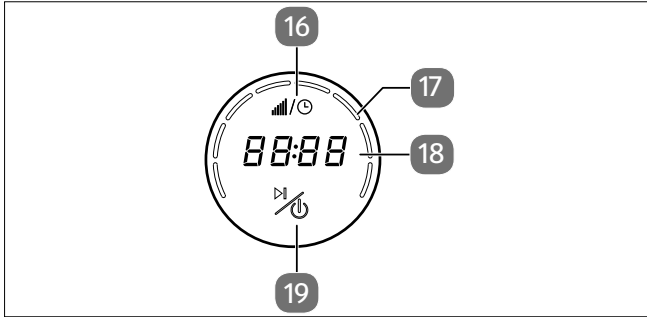

Fig. 3 - Comandi dell'apparecchio/Display
4. Regolatore di velocità (rotazione)/comandi dell'apparecchio/display (vedere Fig. 3)